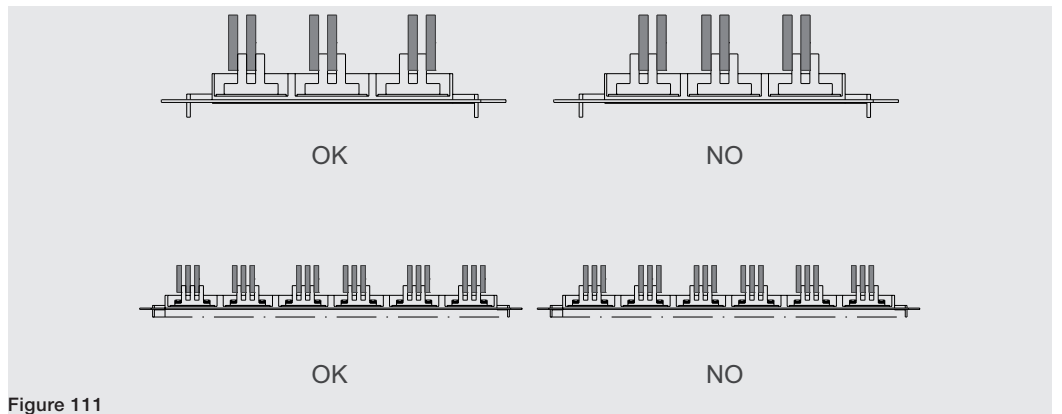

Figure 111
- Garantir que, en fonction du nombre de barres et de queues de la prise, les barres des phases latérales soient le plus loin possible des barres de la phase centrale. Voir exemple Figure 111.